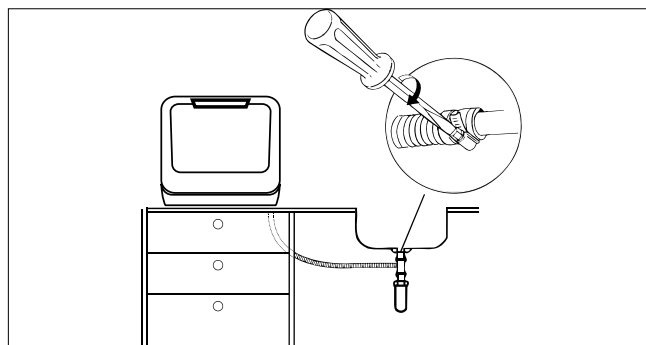

Fig. 9 – Fixation du raccord du tuyau
- Fixez l'extrémité du tuyau de façon à ce que le tuyau ne puisse pas glisser (voir Fig. 9).